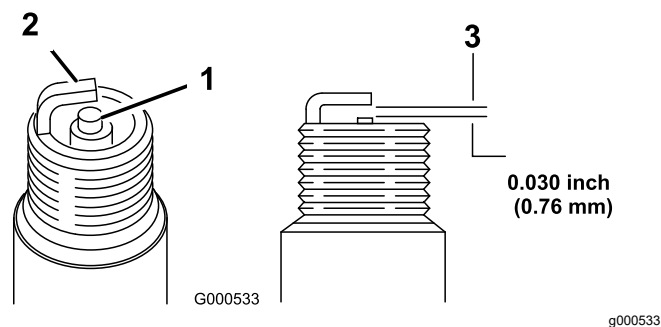

Figura 21
5. Setează distanța bujiei la 0,76 mm; consultați Figura 21.